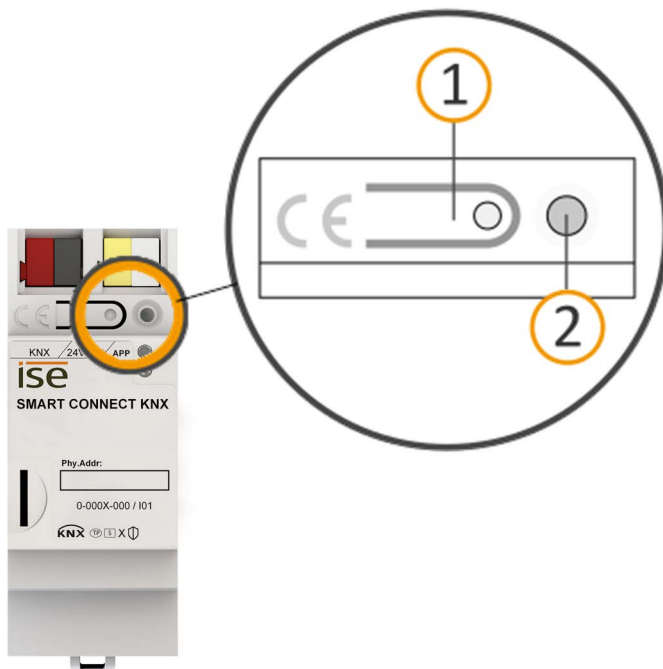

Abbildung 22: Programmierung
1. Drücken Sie kurz die Programmiertaste (siehe Abbildung 22, Pos. 1). Die Programmier-LED (siehe Abbildung 22, Pos. 2) leuchtet rot.
1. Drücken Sie die Programmier­taste (siehe Abbildung 22, Pos. 1) und halten Sie diese weiter gedrückt, während Sie die Spannungsanschlussklemme aufstecken.